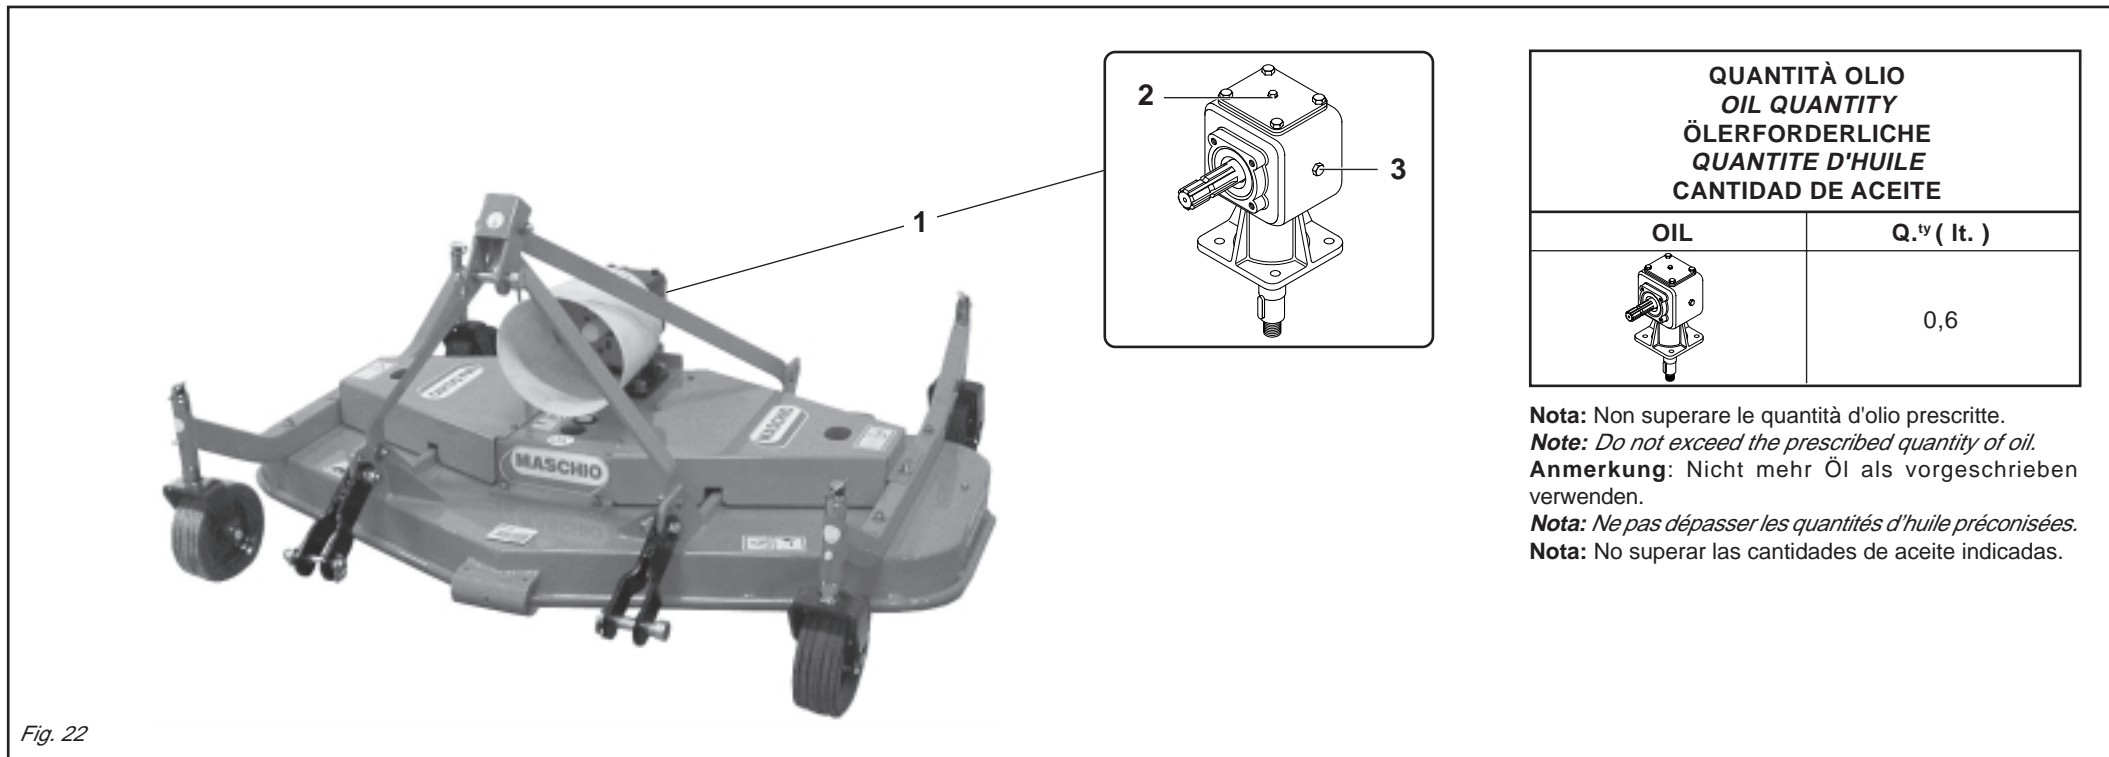

Fig. 22
- Verificare il livello olio nella scatola del gruppo ingranaggi (3 Fig. 22). Un livello corretto corrisponde al bordo inferiore del foro del tappo, posto lateralmente alla scatola. Rabboccare con olio del tipo prescritto attraverso il foro di riempimento svitando il tappo di sfiato (2 Fig. 22). Ad operazione ultimata, riavvitare il tappo di livello e il tappo di sfiato (2 Fig. 22).
- Effettuare il cambio completo dell'olio, della scatola ingranaggi (1 Fig. 22). Tale operazione deve essere effettuata da personale specializzato in quanto la sostituzione dell'olio va effettuata previo lo smontaggio della scatola ingranaggi dal tosaerba. Riempire con olio del tipo prescritto attraverso il foro di riempimento svitando il tappo di sfiato (2 Fig. 22).
- *Check the level of the oil in the gearbox (3 Fig. 22). The level is correct when it reaches the lower edge of the plug hole, at the side of the housing. Top up with oil of the prescribed type, pouring it through the fill hole after having unscrewed the vent plug (2 Fig. 22). Screw the fill plug and vent plug (2 Fig. 22) back on after this operation.*
- *Completely change the oil in the gearbox (1 Fig. 22). This operation must be carried out by specialized personnel since the gearbox must be demounted from the grass mower in order to change the oil. Fill with oil of the prescribed type, pouring it through the fill hole after having unscrewed the vent plug (2 Fig. 22).*
- Den Ölstand im Getriebegehäuse prüfen (3 Abb. 22). Der Ölstand ist richtig, wenn das Öl bis zur unteren Kante der Öffnung für den Stopfen auf der Seitenwand des Gehäuses steht. Öl der vorgeschriebenen Sorte durch die Öleinfüllöffnung geben, nachdem man den Entlüftungstopfen (2 Abb. 22) herausgedreht hat. Nach Abschluß des Vorgangs den Standstopfen und den Entlüftungstopfen (2 Abb. 22) wieder aufschrauben.
- Den Ölwechsel im Getriebegehäuse vornehmen (1 Abb. 22). Dieser Vorgang muß durch spezialisiertes Personal vorgenommen werden, weil zum Durchführen des Ölwechsels das Getriebegehäuse des Sicheljäähers auszubauen ist. Das Getriebegehäuse danach mit Öl der vorgeschriebenen Sorte durch die Öleinfüllöffnung füllen, nachdem man den Entlüftungstopfen (2 Abb. 22) herausgedreht hat.
- *Vérifiez le niveau de l'huile dans la boîte du groupe engrenages (3 Fig. 22). Le niveau est correct quand il correspond au trou du bouchon, placé latéralement à la boîte. Faites le complément avec de l'huile du type prescrit à travers l'orifice de remplissage en dévissant le bouchon d'évent (2 Fig. 22). En fin d'opération, revisser le bouchon de niveau et le bouchon d'évent (2 Fig. 22).*
- *Effectuer la vidange complète de l'huile de la boîte à engrenages (1 Fig. 22). Cette opération doit être exécutée par du personnel spécialisé car la vidange de l'huile doit être faite en démontant la boîte à engrenages de la faucheuse. Faites le complément avec de l'huile du type prescrit à travers l'orifice de remplissage en dévissant le bouchon d'évent (2 Fig. 22).*
- Controlar el nivel del aceite de la caja del grupo engranajes (3 Fig. 22). Un nivel correcto corresponde al borde inferior del orificio del tapón, puesto lateralmente respecto a la caja. Reabastecer con aceite del tipo indicado a través del orificio de llenado desenroscando el tapón de desfogue (2 Fig. 22). Finalizada la operación volver a enroscar el tapón de nivel y el tapón de desfogue (2 Fig. 22).
- Efectuar el cambio completo del aceite, de la caja engranajes (1 Fig. 22). Dicha operación debe ser encomendada a personal especializado ya que la sustitución del aceite implica el desmontaje previo de la caja engranajes de la segadora de césped. Llenar con aceite del tipo indicado a través del orificio de llenado desenroscando el tapón de desfogue (2 Fig. 22).